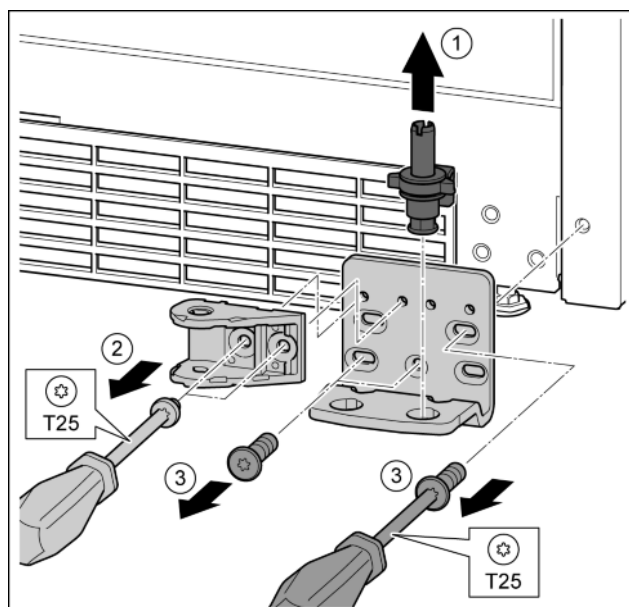

Fig. 33
- ▶ Kompletną płytkę zawiasu wyjąć w górę. Fig. 33 (1)
- ▶ Śruby wykręcić przy pomocy śrubokręta T25 i zdjąć połączenie amortyzatora zamykania. Fig. 33 (2)
- ▶ Śruby wykręcić przy pomocy śrubokręta T25 i zdjąć płytkę zawiasu. Fig. 33 (3)